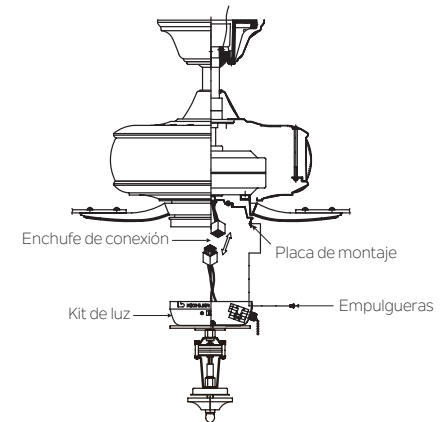

Fig. 17
Paso 2. Levante y sostenga el conjunto del kit de luz cerca de la placa de montaje. Presione los conectores de alambre cuadrado de nueve clavijas juntos. Uno del ventilador y otro del conjunto del kit de luces. (Fig. 17)
Paso 3. Meta las conexiones cuidadosamente en la carcasa del interruptor y conecte el conjunto del kit de luces al ventilador de techo. Coloque las ranuras para agujeros de llave en el borde superior de la carcasa del interruptor sobre las cabezas de los tornillos de montaje en la placa de montaje. Gire la carcasa del interruptor hasta que las cabezas de los tornillos estén en el extremo angosto de las ranuras para los orificios de la llave. (Fig.17) Apriete todos los tornillos.